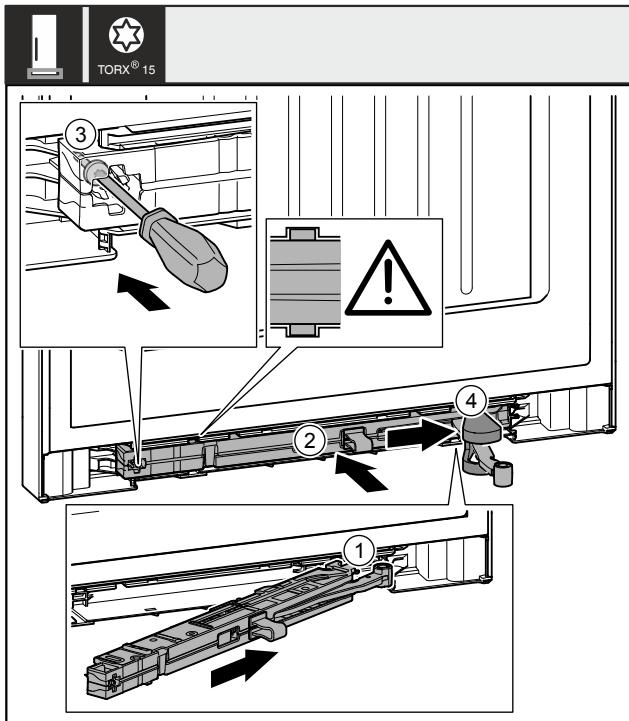

Fig. 53
- Schließdämpfereinheit Fig. 53 (1) auf der Lagerbockseite bis zum Anschlag schräg in die Aussparung einschieben.
- Schließdämpfereinheit Fig. 53 (2) vollständig in Aussparung schieben.
- Schraube Fig. 53 (3) mit einem Schraubendreher festschrauben.
- Abdeckung Fig. 53 (4) über Gelenk schieben.